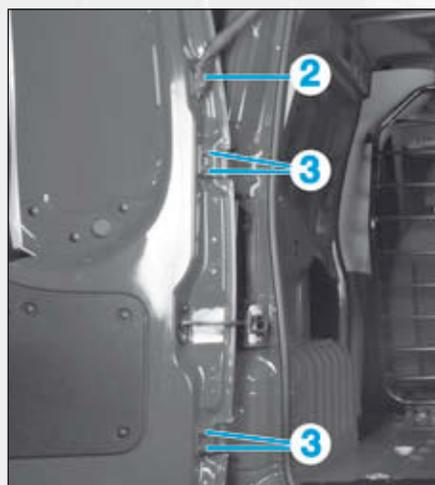

FIG.86
- Retirer la gaine (2) de protection avec le faisceau électrique et le tuyau de lave-vitre de la porte (Fig.86).
- les vis (3) de la porte,